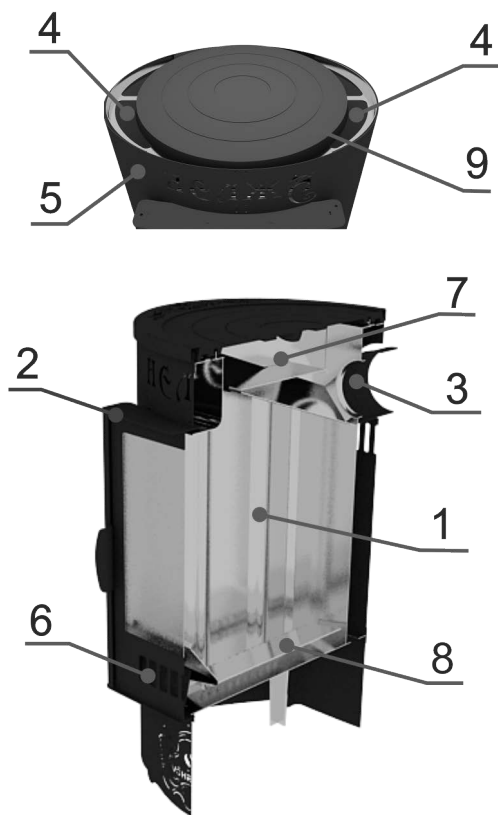

Рисунок 3. Конструкция печи
**4.2.** Печь состоит (см. рис.3) из корпуса сварной конструкции и кожуха-конвектора. В свою очередь, корпус состоит из топки и туннеля с дверью. Топка изготовлена из жаропрочной нержавеющей стали. В двери предусмотрено окно из жаропрочного стекла для возможности визуального наблюдения за процессом горения дров.
**9.1.** Варочная поверхность 9 (рис. 3) изготовлена из чугуна, что обеспечивает комфортное приготовление или разогрев Ваших любимых блюд.